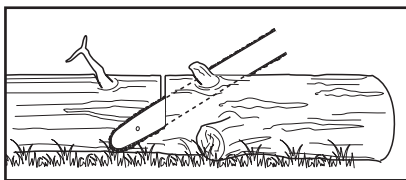

Fig. 30
1. Siga estas sencillas instrucciones para facilitar el corte. Cuando el tronco está apoyado en toda su longitud (Fig. 30), se corta desde la parte superior (seccionamiento superior).